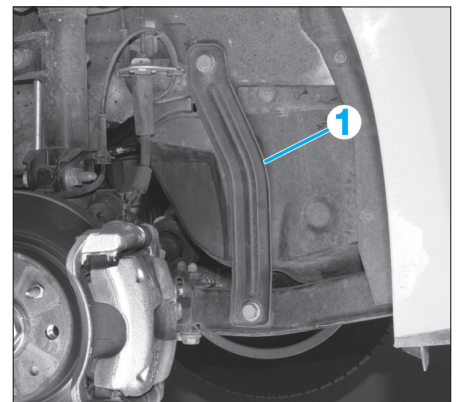

Fig. 12
- Du côté concerné, déposer la ferrure (1) (Fig.12).